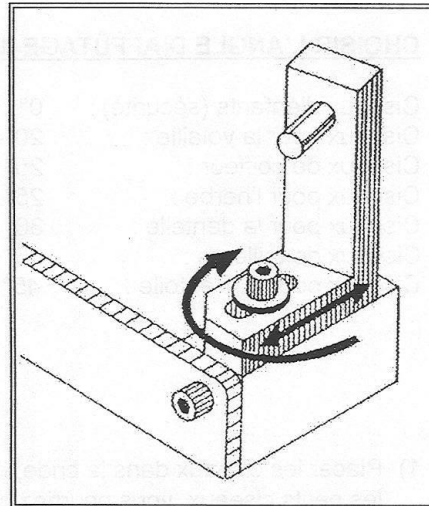

FIGURE 61
- Le support est illustré à l'angle normal 59° (Fig. 61).